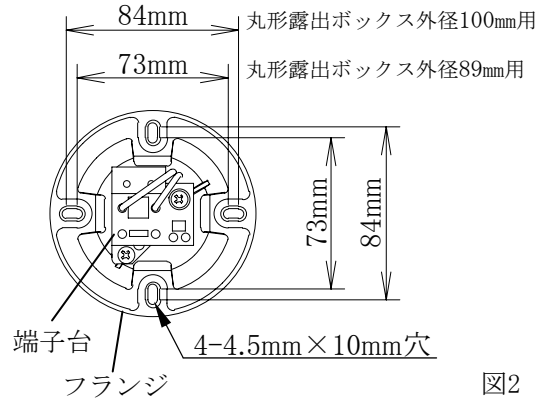

図2
全体図2
2. 取付面強度確認 (図2: 取付寸法)
4. 取付面(ボックス)への取付け (全体図2)
5. セード取付け (全体図2)